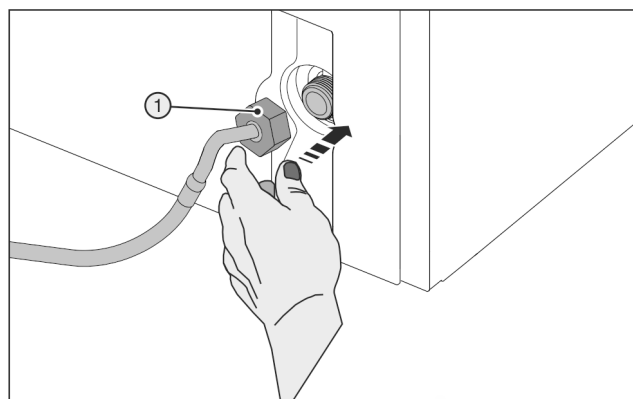

Fig. 29
- ▶ Applicare con cura il dado Fig. 29 (1) e avvitare direttamente sul filetto.
- ▶ Applicare con cura il dado Fig. 29 (1) e avvitare con due dita direttamente sul filetto, finché non è perfettamente in sede.
- ▶ Utilizzare strumenti ausiliari (5) esclusivamente a temperatura ambiente.
- ▶ Serrare il dado Fig. 29 (1) in senso orario con lo strumento ausiliario (5) fino a raggiungere la coppia massima e a spanare lo strumento ausiliario (5).